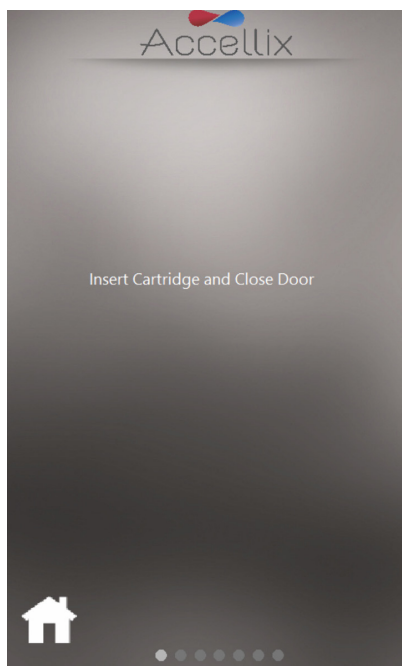

图35：插入芯片屏幕
注：此时起，屏幕底部高亮的灰色圆点表示测定运行的当前阶段。（参见 图 35）。
4. 当仪器提示时（图 35），按下仪器门正面右侧凹陷角并松开，打开门。接着，使用顶部的手柄将芯片往下推，将其插入仪器。芯片插入后，按住手柄的右侧稍微向下推，直至听到并感觉到咔哒声，确保芯片已完全插入仪器的芯片处理单元 (CHU)。